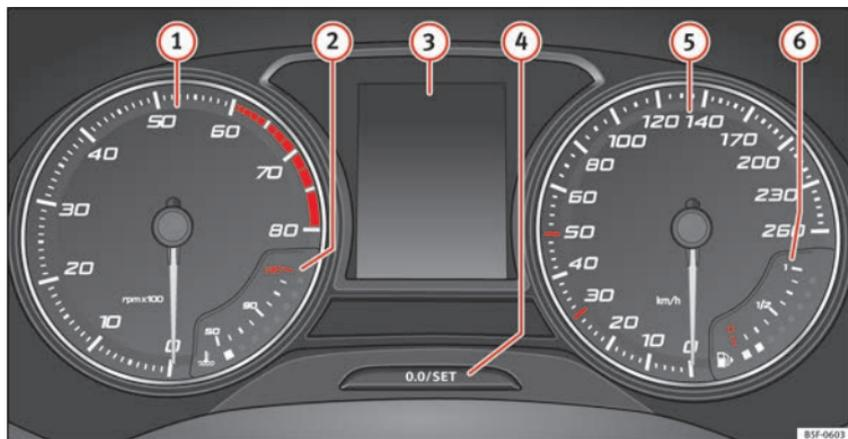

Fig. 124 Quadro strumenti nel cruscotto.
Spiegazioni sugli strumenti » **fig. 124:**
Il contagiri indica il numero di giri del motore al minuto » **fig. 124 ①.**
La lancetta del contagiri ① » **fig. 124** dovrebbe rimanere il meno possibile nel settore rosso, altrimenti si rischia di danneggiare il motore.
All'accensione del quadro strumenti, sul display » **fig. 124 ③** vengono visualizzate informazioni differenti, a seconda dell'equipaggiamento del veicolo:
- Premere brevemente il pulsante »» **fig. 124**  per riportare il contachilometri parziale a 0.
- Per regolare l'orologio, mantenere premuto il pulsante »» **fig. 124**  per più di 3 secondi per selezionare l'indicatore delle ore o dei minuti.
Mantenere premuto il pulsante » **fig. 124** ④ per più di 15 secondi per visualizzare le lettere distintive del motore (MKB) del veicolo. A tal fine, l'accensione deve essere inserita e il motore spento.
L'indicatore della temperatura del liquido di raffreddamento (2) » fig. 124 funziona solo a quadro strumenti acceso. Per evitare danni al motore si raccomanda di seguire i consigli riportati qui di seguito.